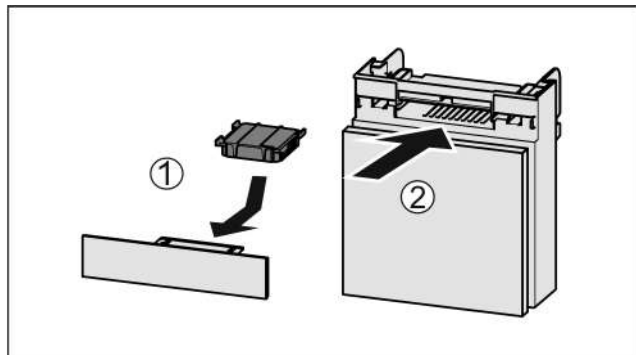

Fig. 137
- Aktivni ogljeni filter vstavite Fig. 137 (1) skladno s prikazom na sliki.
- Predal potisnite noter Fig. 137 (2).